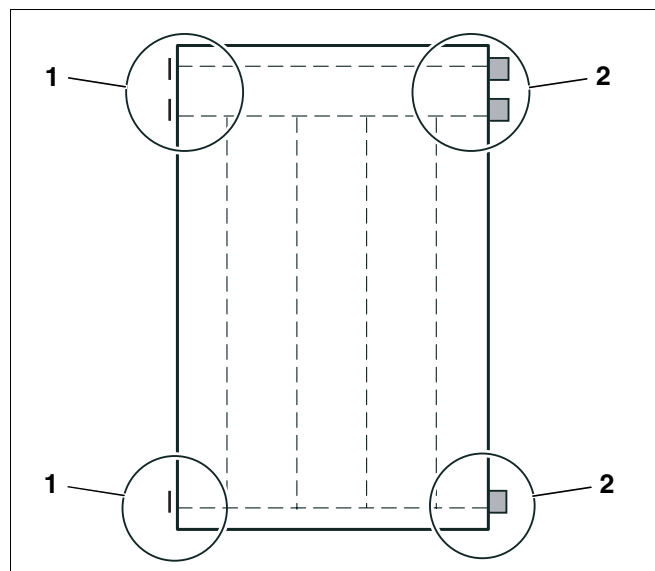

Abb. 5 Transportschutz für Kollektoranschlüsse
- Die Anschlüsse auf der linken Kollektorseite (Abb. 5, **Pos. 1**) sind durch ein angeschraubtes Blech geschützt. Dieser Schutz darf erst direkt vor dem hydraulischen Anschluss entfernt werden!
- Die Anschlüsse der rechten Kollektorseite (Abb. 5, **Pos. 2**) sind mit Kunststoffkappen versehen. Entfernen Sie diese, bevor Sie die Kollektoren auf die Flachdachständer montieren.